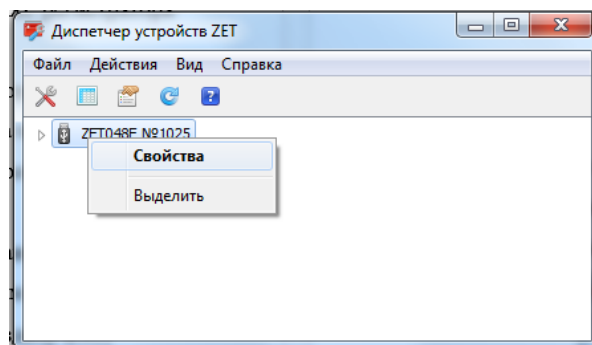

Рисунок 21
- в окне программы «Диспетчер устройств ZET» вызвать правой кнопкой мыши контекстное меню идентификатора ZET 048E, в котором выбрать «Свойства», как показано на примере (Рисунок 21);